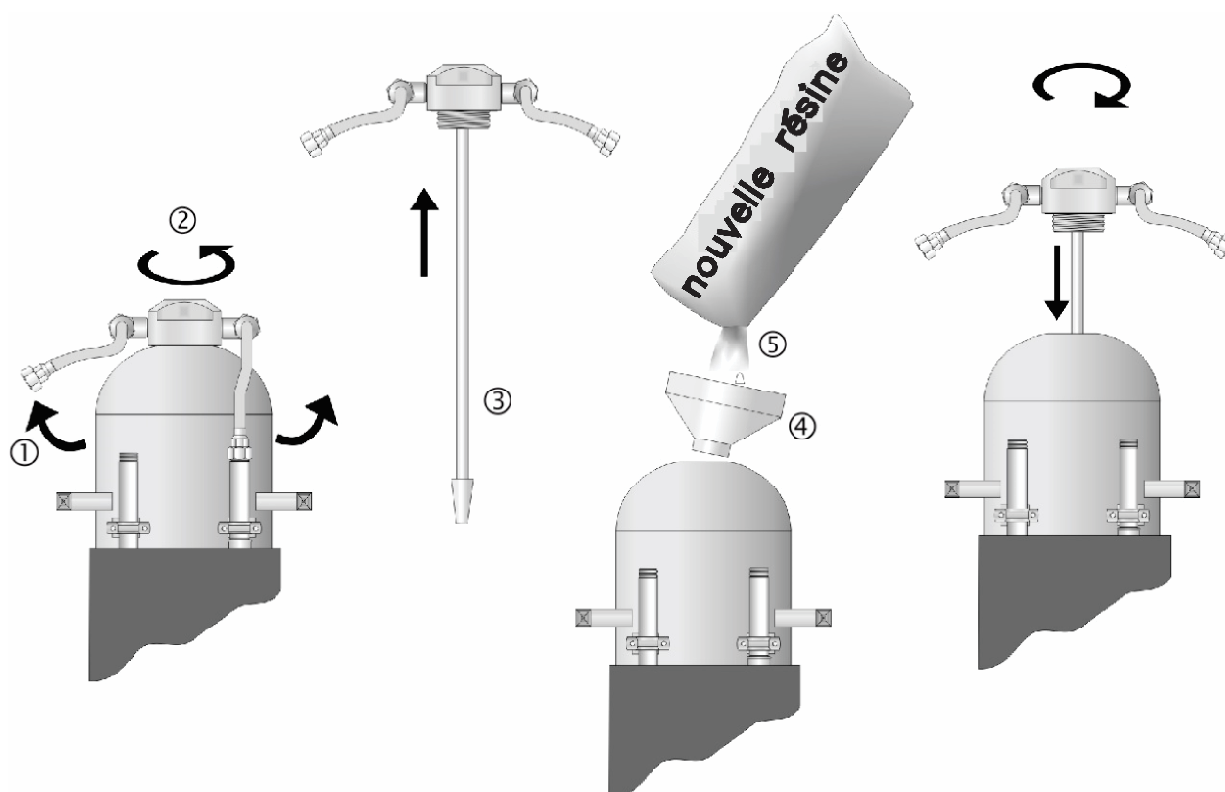

Figure 5 – Remplissage de la nouvelle résine dans le Puropal-Pro
b) Remplissage de la nouvelle résine (figure 5)